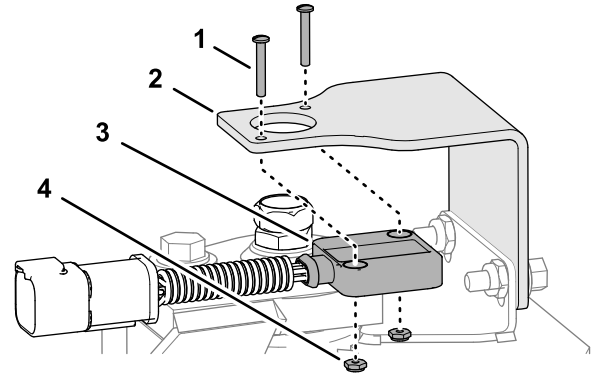

Bild 10
- Befestigen Sie den Lenkstellungssensor mit zwei Linsenschrauben (Gr. 4 x 3/4") und Sicherungsmuttern (Gr. 4) an der Sensorhalterung und ziehen Sie die Schrauben und Sicherungsmuttern fest (Bild 10).